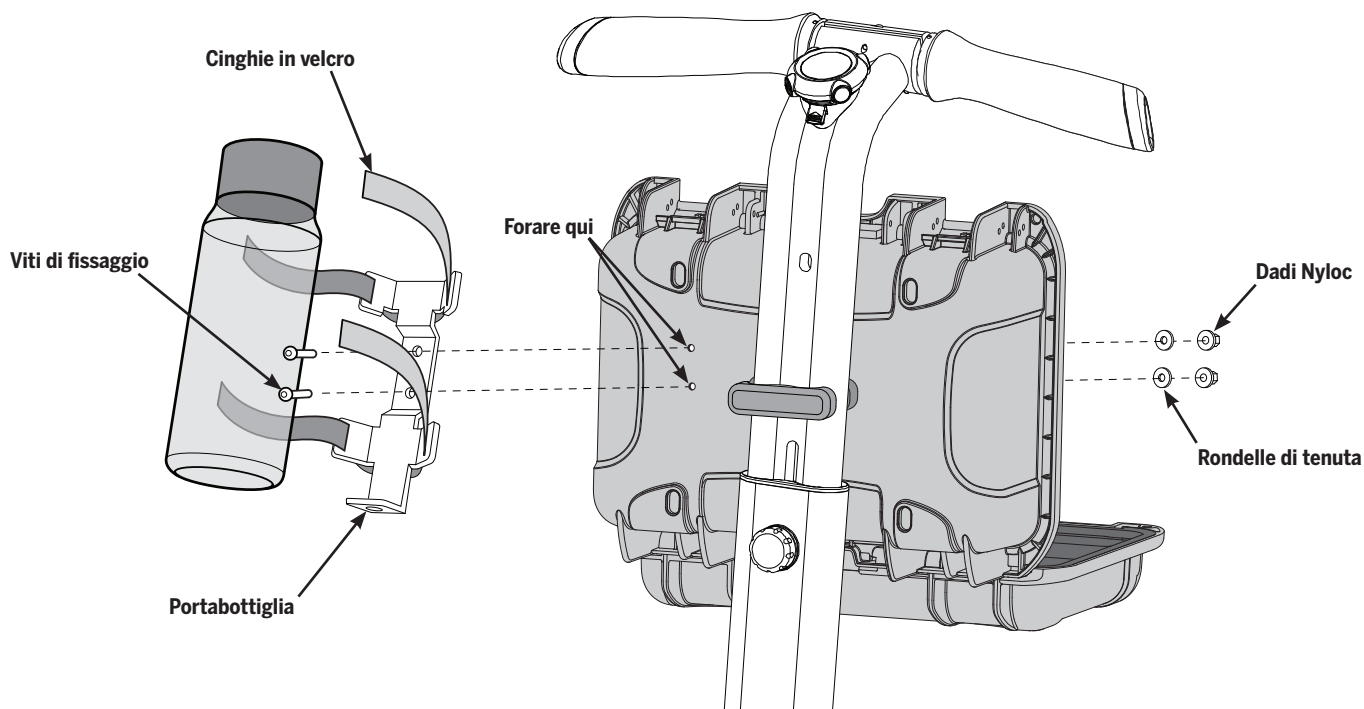

Figura 21. Installazione del portabottiglia universale
3. Installare il portabottiglia sulla borsa utilizzando due viti di fissaggio da 16 mm, due rondelle di tenuta e due dadi Nyloc come indicato nella **Figura 21**. Serrare le viti di fissaggio a **6,0 N-m (4,4 ft-lbf)**.